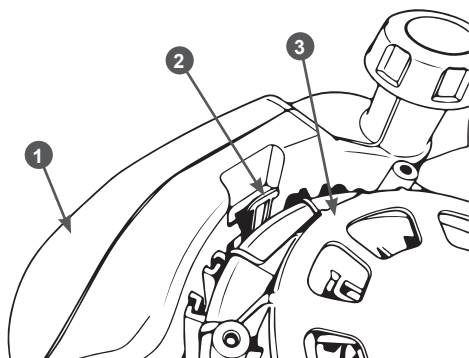

Рис. 17. Снятие топливного бака
3. Нажмите на фиксатор топливного бака 2, сдвинув его вверх, и снимите бак 1 (Рис. 17).